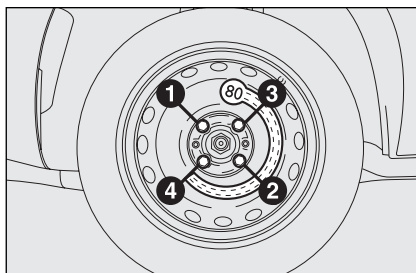

fig. 9
- ☐ utilizando la llave en dotación, apriete a fondo los tornillos, pasando alternativamente de un tornillo al otro diametralmente opuesto, siguiendo el orden numérico ilustrado en la **fig. 9**.
- ☐ utilizando la llave en dotación, apriete a fondo los tornillos siguiendo el orden numérico ilustrado en la **fig. 9**;
- ☐ utilizando la llave en dotación, apriete a fondo los tornillos siguiendo el orden representado anteriormente para la rueda de repuesto (véase la **fig. 9**).